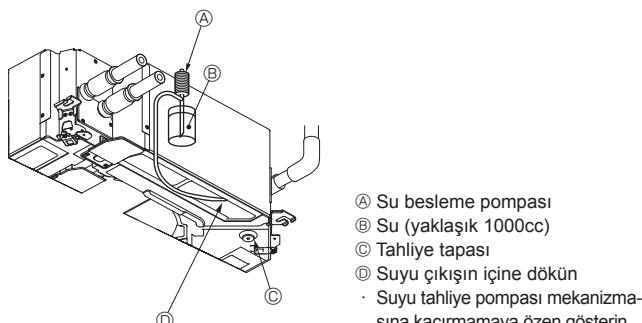

Fig. 6-8
6.4. Tahliye kontrolü (Fig 6-8)